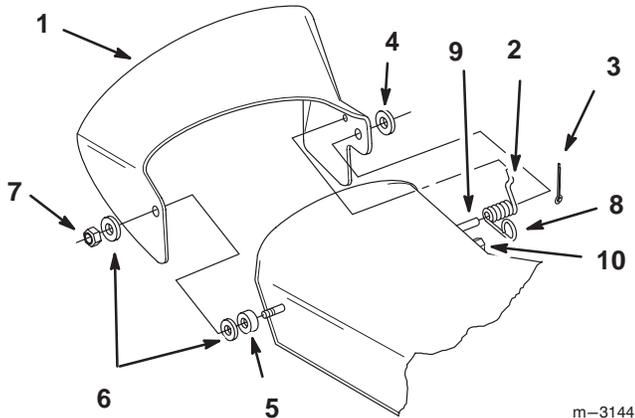

Bild 2
1. Setzen Sie das kurze Federende in die kleine Öffnung des Auswurfkanals ein (Bild 2).
2. Legen Sie die Feder und den Auswurfkanal über den Pfosten hinten am Mähwerk und befestigen Sie beide mit einer Scheibe (1/2 Zoll) und einem Splint (3/4 Zoll) (Bild 2).
5. Setzen Sie den Auswurfkanal auf den Bolzen und befestigen Sie ihn mit einer zweiten Nylonscheibe und einer Sicherungsmutter (3/8 Zoll) (Bild 2).